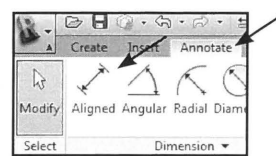

Fig. 08.19. Annotate - Aligned.
- Vælg *Annotate - Aligned*, for at sætte mål på de nye *Reference Planes* (Fig. 08.19).